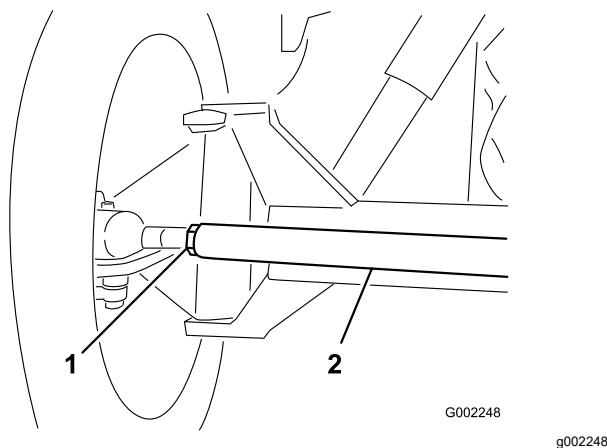

Figure 99
3. Si les mesures sont hors spécifications, desserrez les écrous de blocage aux deux extrémités de la biellette (Figure 99).